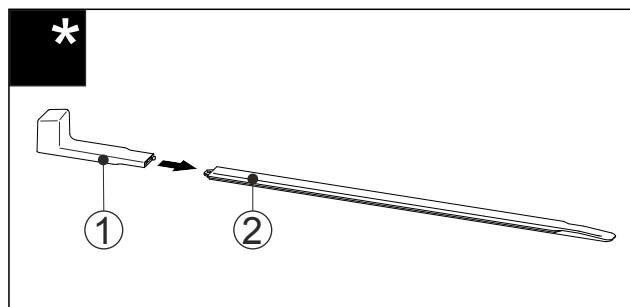

Fig. 58
- ▶ Natakните montažnu ručku Fig. 58 (1) na tračnicu za niveliranje Fig. 58 (2).